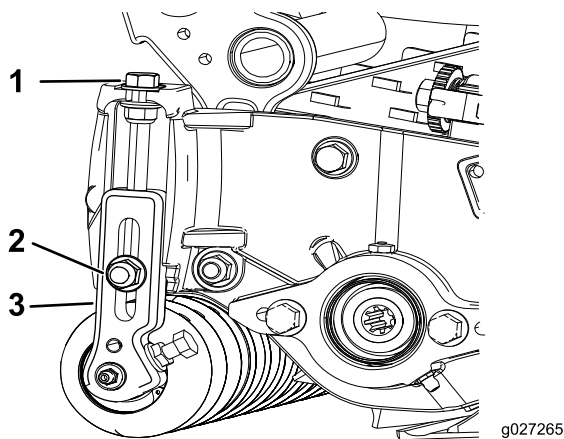

図 15
1. 刈り高ブラケットをカッティングユニットのサイドプレートに固定しているロックナットをゆるめる 図 15。